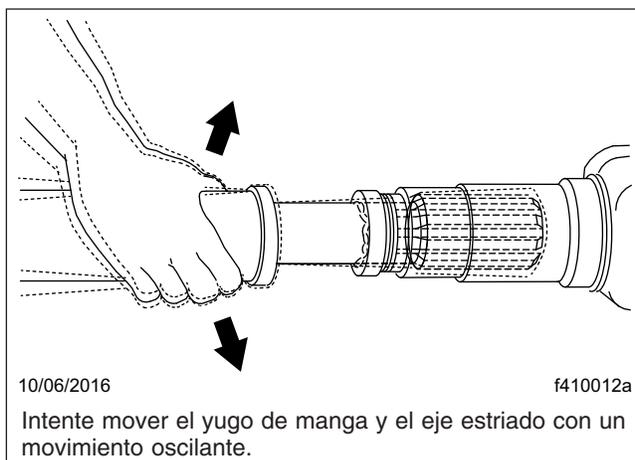

Figura 4, Revisión del desgaste de las estrías de la junta deslizable
6. Revise el desgaste de las estrías de las juntas deslizables; para ello, haga oscilar el yugo de manga y el eje estriado hacia atrás y hacia delante. Vea la **Figura 4**. Si la junta deslizable puede moverse en el sentido de las manecillas del reloj, o en el sentido contrario, más de 0.007 pulgada (0.18 mm), reemplace el yugo de manga y el eje estriado.